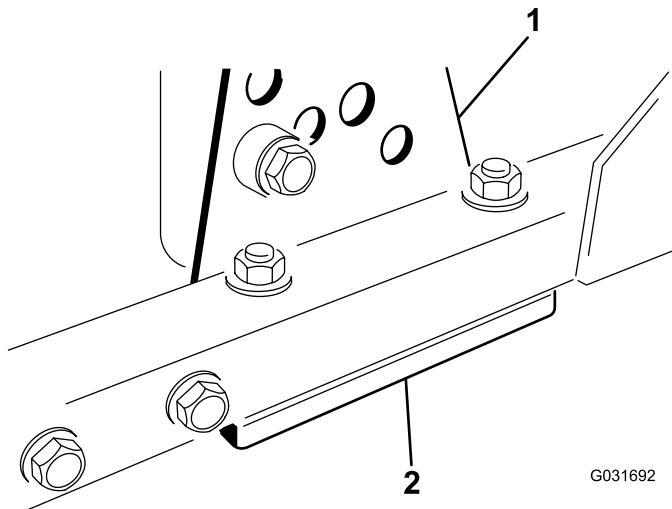

Figura 15
1. Retire o suporte da altura de corte (frente, esquerda ou direita) da estrutura da plataforma (Figura 15).
2. Ajuste os calços de 1,5 mm e/ou de 0,7 mm entre a estrutura da plataforma e o suporte para obter a definição de altura pretendida (Figura 15).